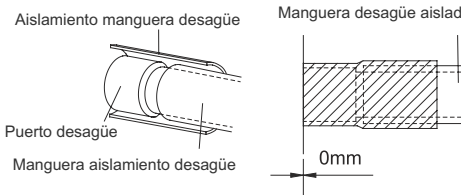

Fig.28
- (9). Asegúrese de que aísla el puerto de evacuación y la manguera está conectada (Fig.28 )